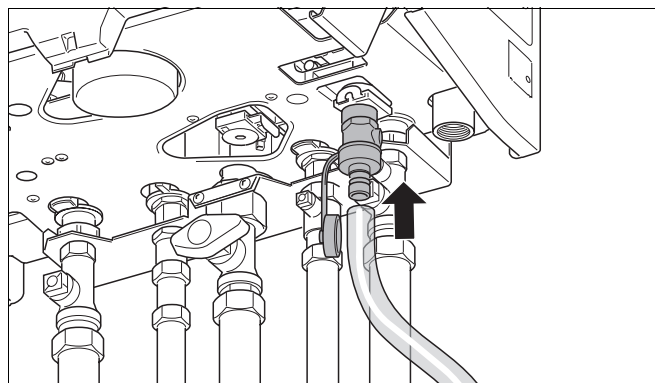

Abb. 30 Heizungsanlage befüllen
- Schlauch an den Füll- und Entleerhahn im Heizkessel anschließen (Abb. 30).